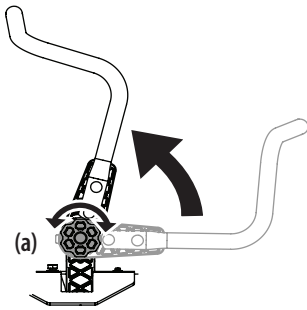

Figure 9
1. Tournez le bouton (a) en sens inverse des aiguilles d'une montre pour le desserrer (a). Consultez la Figure 9 à la page 77.
3. Tournez le bouton dans le sens des aiguilles d'une montre pour sécuriser le levier de commande de transmission des barres de conduite en position. Consultez la Figure 9 à la page 77.